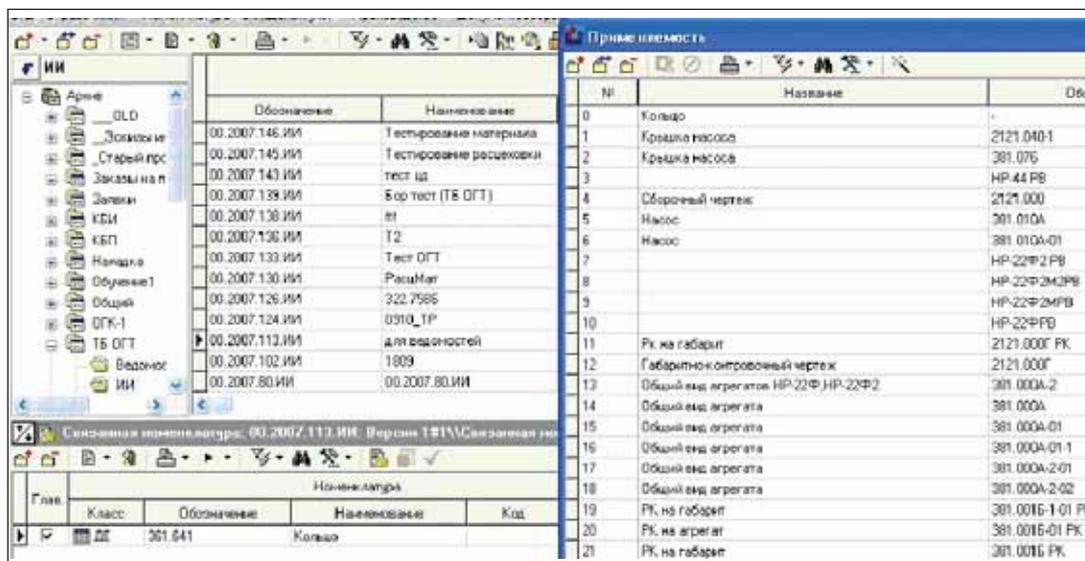

Рис. 18. Определение полной применяемости в изделиях на дату ввода в действие ИИ
1. Разработчик должен определить перечень изделий, на которые повлияет его изменение. При этом решается не такая уж тривиальная задача – надо не просто определить применимость изменяемой номенклатуры, а сделать это с учетом того, что на дату вступления в действие "нашего" ИИ, по другим номенклатурным позициям, входящим в те же изделия, могут быть проведены другие изменения. Эту задачу решает специально разработанный модуль "Применимость" (рис. 18).